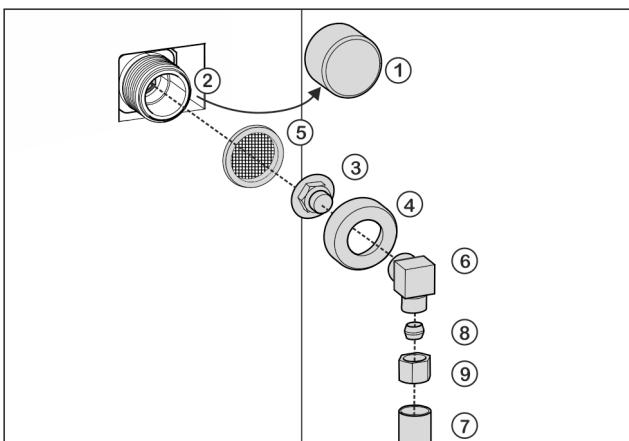

Fig. 19
- Retirar el tapón Fig. 19 (1) de la electroválvula Fig. 19 (2).
- Colocar la pieza de unión Fig. 19 (3) en la tuerca de racor Fig. 19 (4).
- Colocar el filtro Fig. 19 (5) con la parte hundida hacia abajo en la dirección de la pieza de unión Fig. 19 (3).
- Enroscar a mano la tuerca de racor Fig. 19 (4) en la rosca de la electroválvula Fig. 19 (2) hasta que quede firme y segura.
- Enroscar la pieza acodada Fig. 19 (6).
► Conectar la tubería de agua Fig. 19 (7) (p. ej., tubería de cobre de 1/4" OD) con la ayuda del anillo de apriete Fig. 19 (8) y la tuerca Fig. 19 (9) en la pieza acodada Fig. 19 (6).
- De ser necesario: Fijar la tubería de agua Fig. 19 (7) con el estribo de retención en la carcasa.
► Apartar a un lado la pieza acodada Fig. 19 (6).
► Conectar la tubería de agua Fig. 19 (7) (p. ej., tubería de cobre de 1/4" OD) con la ayuda del anillo de apriete Fig. 19 (8) y la tuerca Fig. 19 (9) en la pieza de unión Fig. 19 (3).
► De ser necesario: Fijar la tubería de agua Fig. 19 (7) con el estribo de retención en la carcasa.